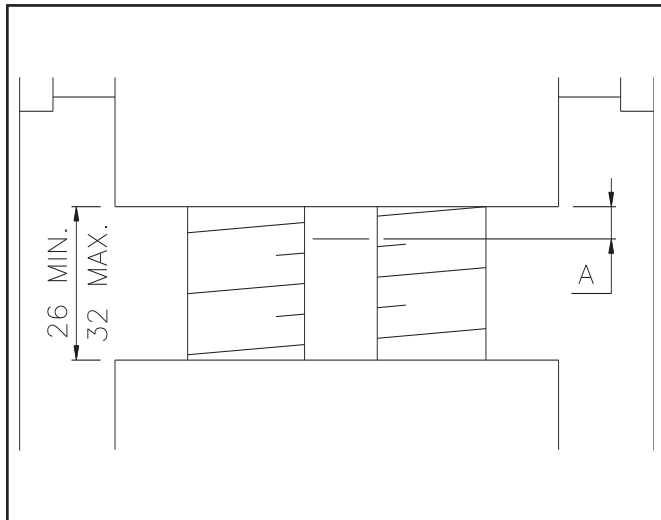

Fig.56 - Abb.56
- check dimension in Fig.56: For optimal operating conditions ensure $A = 1.5 \text{ mm.}$ **if $A = 0 \text{ mm.}$, the lifting nut is 50 % worn and must be replaced.**
- Contrôler la cote A (Fig. 56) Si A=1,5 mm: écrou en parfait état
- Die Maß auf Abb. 56 kontrollieren: wenn A=1,5 mm, man hat die besseren Arbeitsbedingungen.